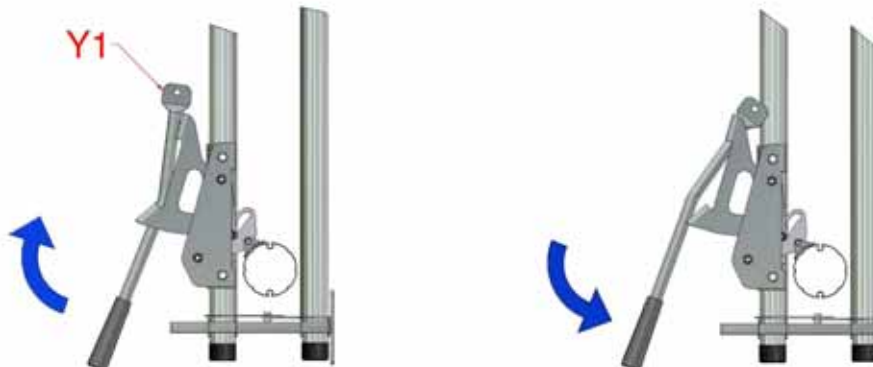

Abbildung 32: Handbetrieb der Sperrklinke
- 8.4 Wenn das Multibay-System über einer Barriere montiert wird, müssen die Sperrklinken von Hand mit Hilfe des Sperrklinkenhebels (Y1) betätigt werden, siehe Abbildung 32.